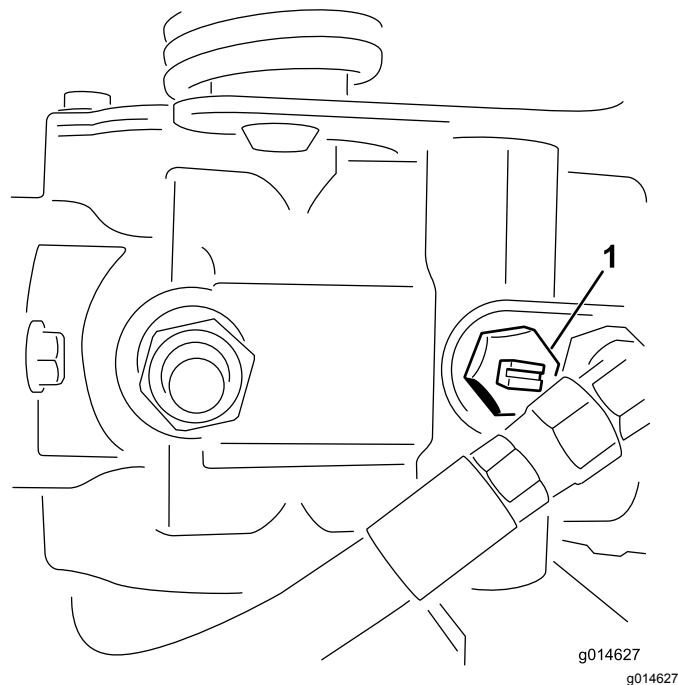

图41
- 找到并旋转泵上的旁通阀、使槽处于垂直位置 (图 41)。
- 启动发动机之前、旋转旁通阀、使槽处于水平位置、这样就可以关闭旁通阀图41。旁通阀打开时切勿启动发动机。